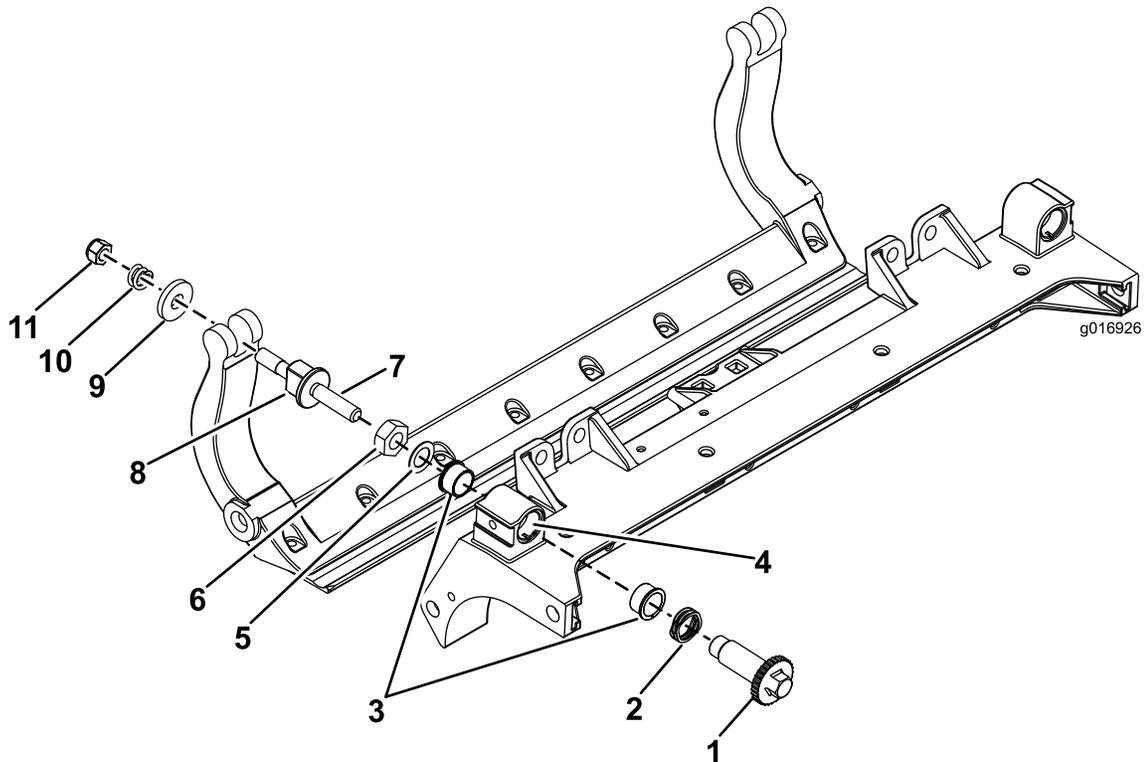

Figura 35
1. Retire todas as peças (consulte as *Instruções de instalação* do Kit DPA HD e a Figura 35).
2. Aplique composto anti-gripagem no interior da área dos casquilhos na estrutura central da unidade de corte (Figura 35).
3. Alinhe as chaves nos casquilhos das flanges com as ranhuras na estrutura e instale os casquilhos (Figura 35).
4. Instale uma anilha ondulada no veio do ajustador e deslize o veio para os casquilhos da flange na estrutura da unidade de corte (Figura 35).
5. Prenda o veio ajustador com uma anilha plana e porca de bloqueio (Figura 35).
12. Coloque uma arruela de aço no exterior de cada uma das arruelas de nylon (Figura 35).
Nota: As arruelas podem ter uma folga interna (Figura 35).
15. Aperte a porca em cada conjunto de ajustador da barra de apoio até que a mola de compressão esteja totalmente comprimida e, em seguida, desaperte a porca ½ volta (Figura 35).